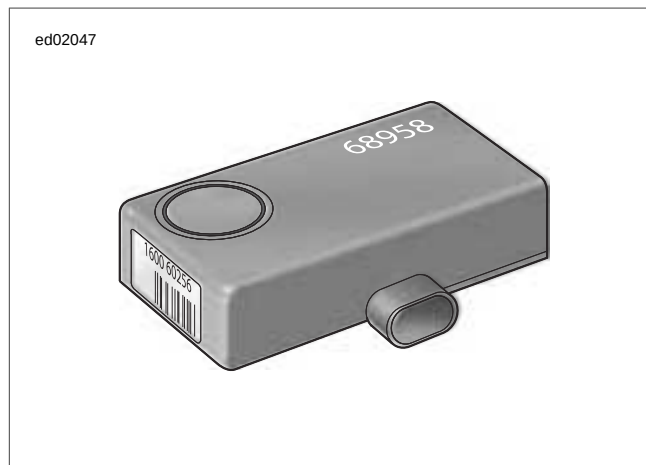

Figura E-4. Sirena de seguridad
- **Alarma del sistema de seguridad:** Vea Figura E-4. El sistema hace destellar alternadamente las señales de giro a la izquierda y a la derecha y hace sonar la sirena opcional Smart Siren si detecta una condición de seguridad del vehículo cuando el sistema está activado.